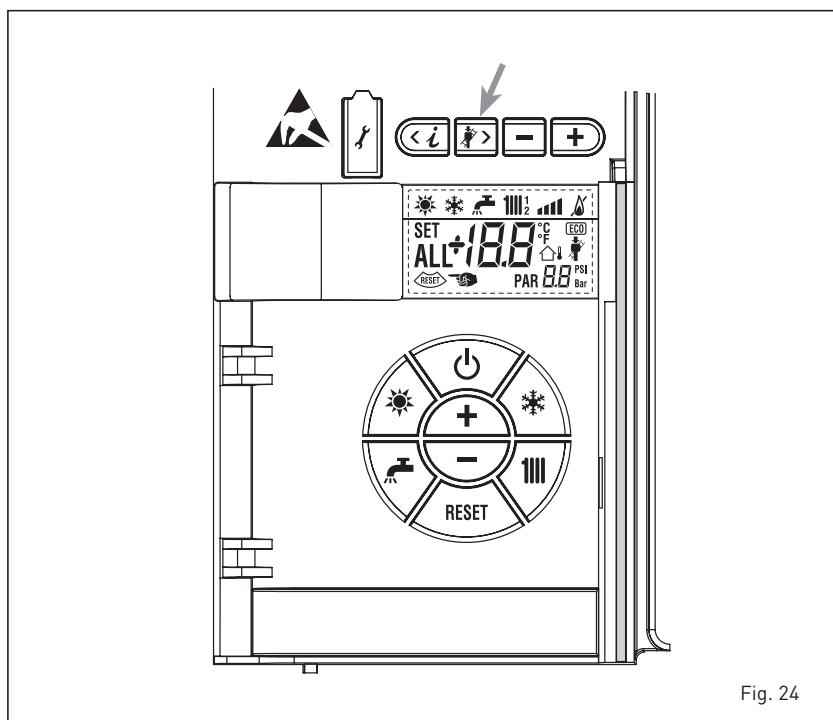

Fig. 24
4.3.4 Funzione spazzacamino (fig. 24)